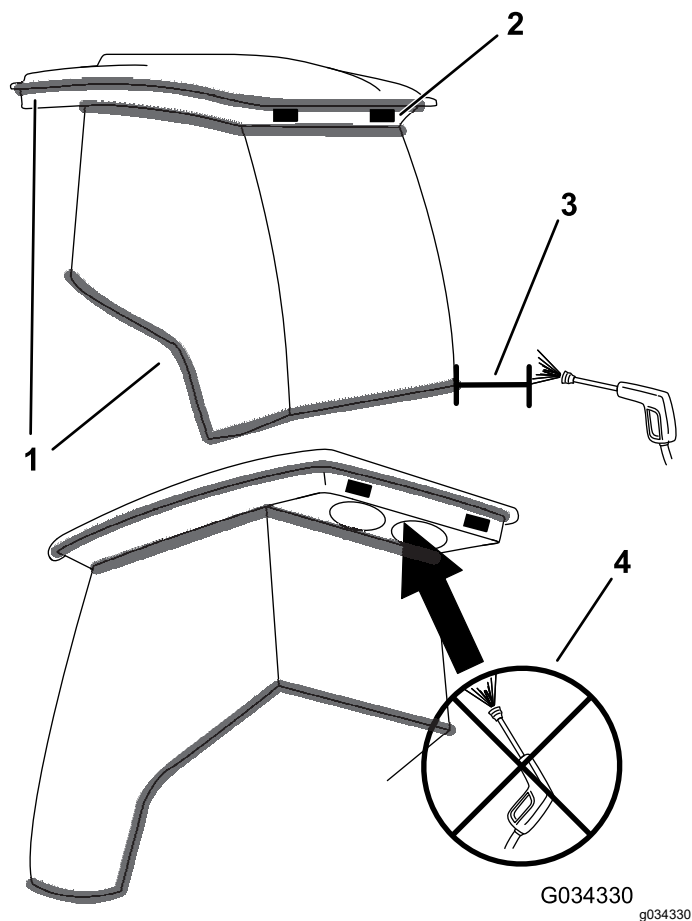

Figura 133
**Importante:** Prestate attenzione alle guarnizioni e alle luci della cabina (Figura 133). Se utilizzate una lancia a pressione, mantenete l'asta di lavaggio ad almeno 0,6 m di distanza dalla macchina. Non utilizzate la lancia a pressione direttamente sulle guarnizioni o le luci della cabina o sotto la sporgenza posteriore.